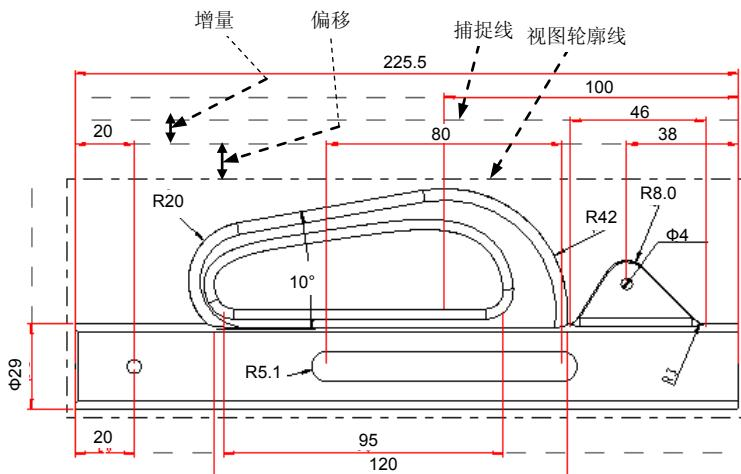

图 10.5.21 整理尺寸
Step2. 此时系统提示 **选取要清除的视图或独立尺寸**，如图 10.5.21 所示，选择模型 body 的主视图并单击鼠标中键一次。
- “偏移”是设置视图轮廓线（或所选基准线）与视图中最靠近它们的某个尺寸间的距离（图 10.5.21）。输入偏距值并按 Enter 键，然后单击对话框中的 **应用** 按钮，可将输入的偏距值立即施加到视图中，并可看到效果。一般以“视图轮廓”为“偏移参照”，也可以选取某个基准线为参照。
- “增量”是两相邻尺寸的间距（图 10.5.21）。输入增量值并按 Enter 键，然后单击对话框中的 **应用** 按钮，可将输入的增量值立即施加到视图中，并可看到效果。